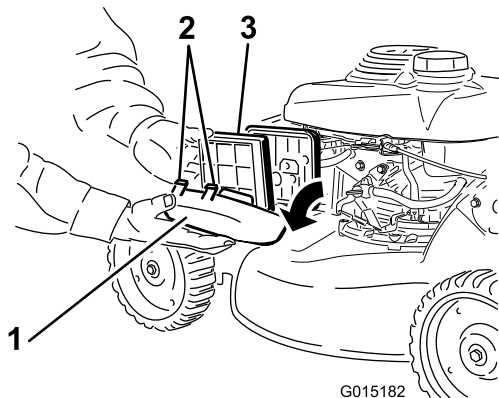

Bild 35
1. Drücken Sie die Verriegelungslaschen oben an der Luftfilterabdeckung nach unten und entfernen Sie die Abdeckung (Bild 35).
2. Entfernen Sie den Luftfilter (Bild 35).